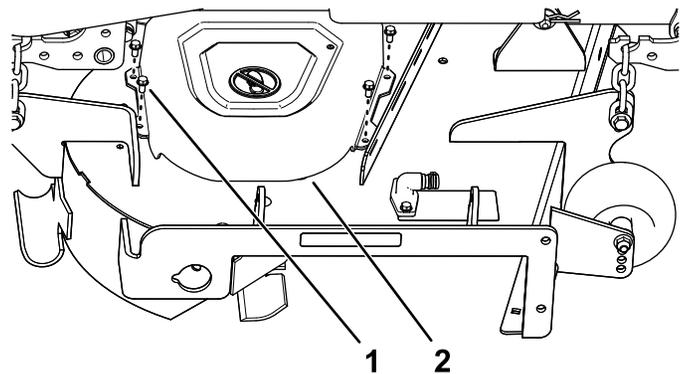

Figure 7
3. Retirez les 4 vis ($\frac{1}{4}$ " x $\frac{1}{2}$ ") qui fixent le couvercle de courroie droit et déposez le couvercle (Figure 7).